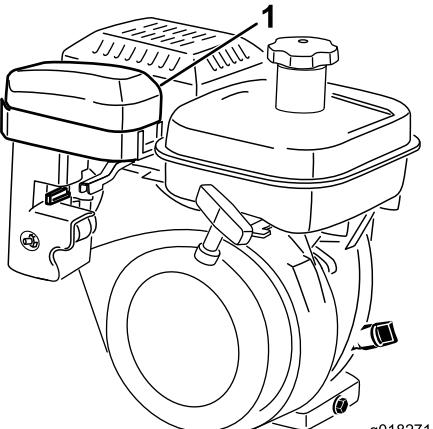
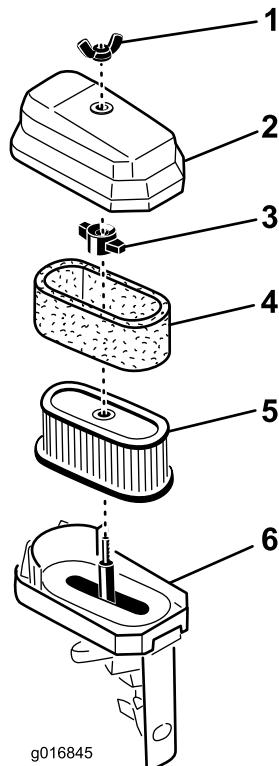

Figura 32
Figura 33
- Retire la tuerca de orejeta que sujeta la tapa del limpiador de aire al limpiador de aire, y retire la tapa. Limpie la tapa a fondo (Figura 32 y Figura 33).
- Si el elemento de gomaespuma está sucio, sepárelo del elemento de papel (Figura 33). Límpialo a fondo.